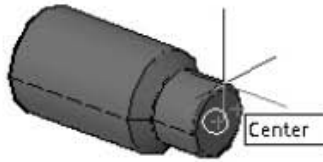

Рис. 12.63. Выбор базовой точки на винте
4. Укажите базовую точку с привязкой **Центр (Center)** — центр окружности основания цилиндрического выступа винта (рис. 12.63):